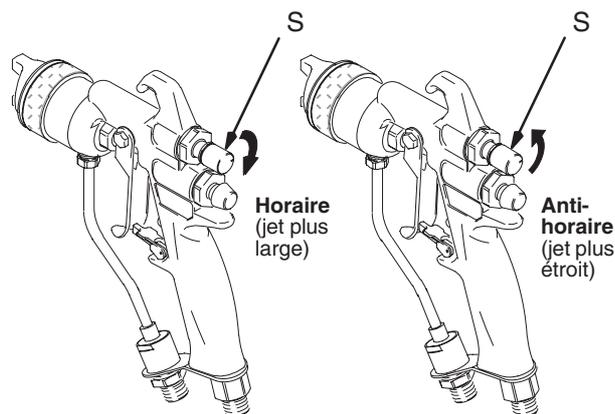

Fig. 5
4. Couper l'air de réglage du jet en tournant le bouton (S, voir Fig. 5) à fond dans le sens horaire. On obtient ainsi le jet le plus large.
Pour obtenir un jet plus étroit, tourner le bouton de la vanne de réglage du jet (S, voir Fig. 5) dans le sens antihoraire. Si le jet n'est pas encore assez étroit, augmenter légèrement la pression d'air du pistolet ou utiliser une buse de taille différente.